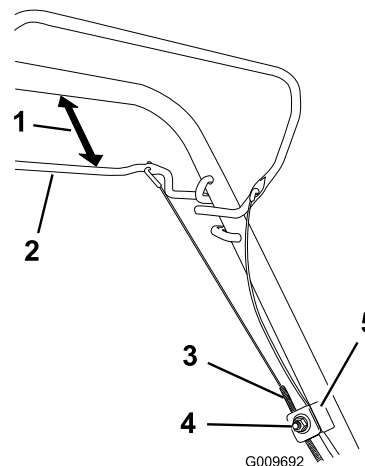

Figura 27
- Allentate il dado del supporto cavo (Figura 27).
- Mantenete la barra della trazione automatica a una distanza compresa tra 25 e 38 mm dalla stegola (Figura 27).
- Abbassate la guaina del cavo (verso la macchina) fino a tendere il cavo (Figura 27).